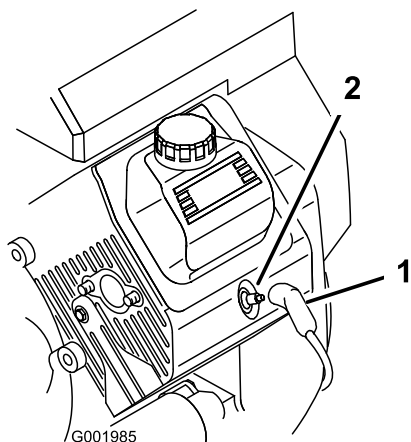

図 52
- 点火プラグのコードが抜けているのを確認する(図 52)。
- 点火コードを取り付ける(図 52)。